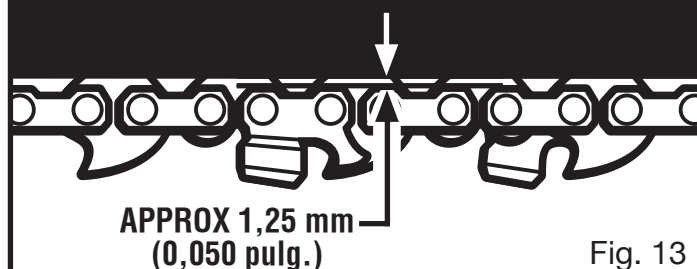

Fig. 13
- Durante el funcionamiento normal aumenta la temperatura de la sierra. Si la cadena está bien tensada, estando caliente los eslabones de impulsión sobresalen suspendidos de la ranura de la barra aproximadamente 1,27 mm (0,050 pulg.), como se muestra en la fig. 13.